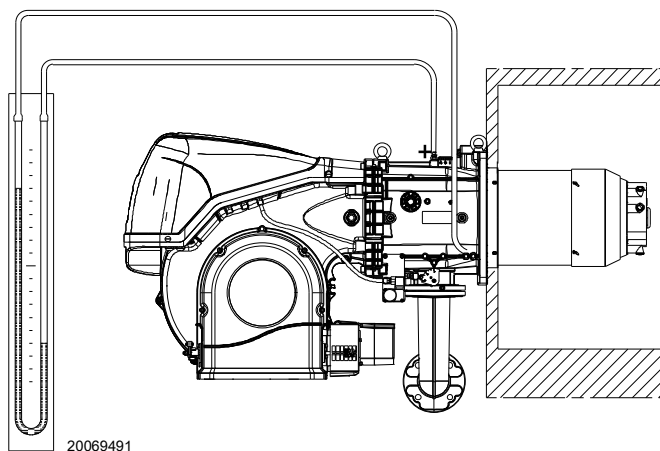

图 33
- 安装一个 U 型压力计或压力计 (图 33)，插座的 (+) 端为管路接口的燃气压力，(-) 端在炉腔内。
参考数值一般可在第图 28, 图 29, 图 30, 图 31 第 28 页，中查到，在压力计上读出燃气压力（图 33 第 30 页），并按照说明进行操作。